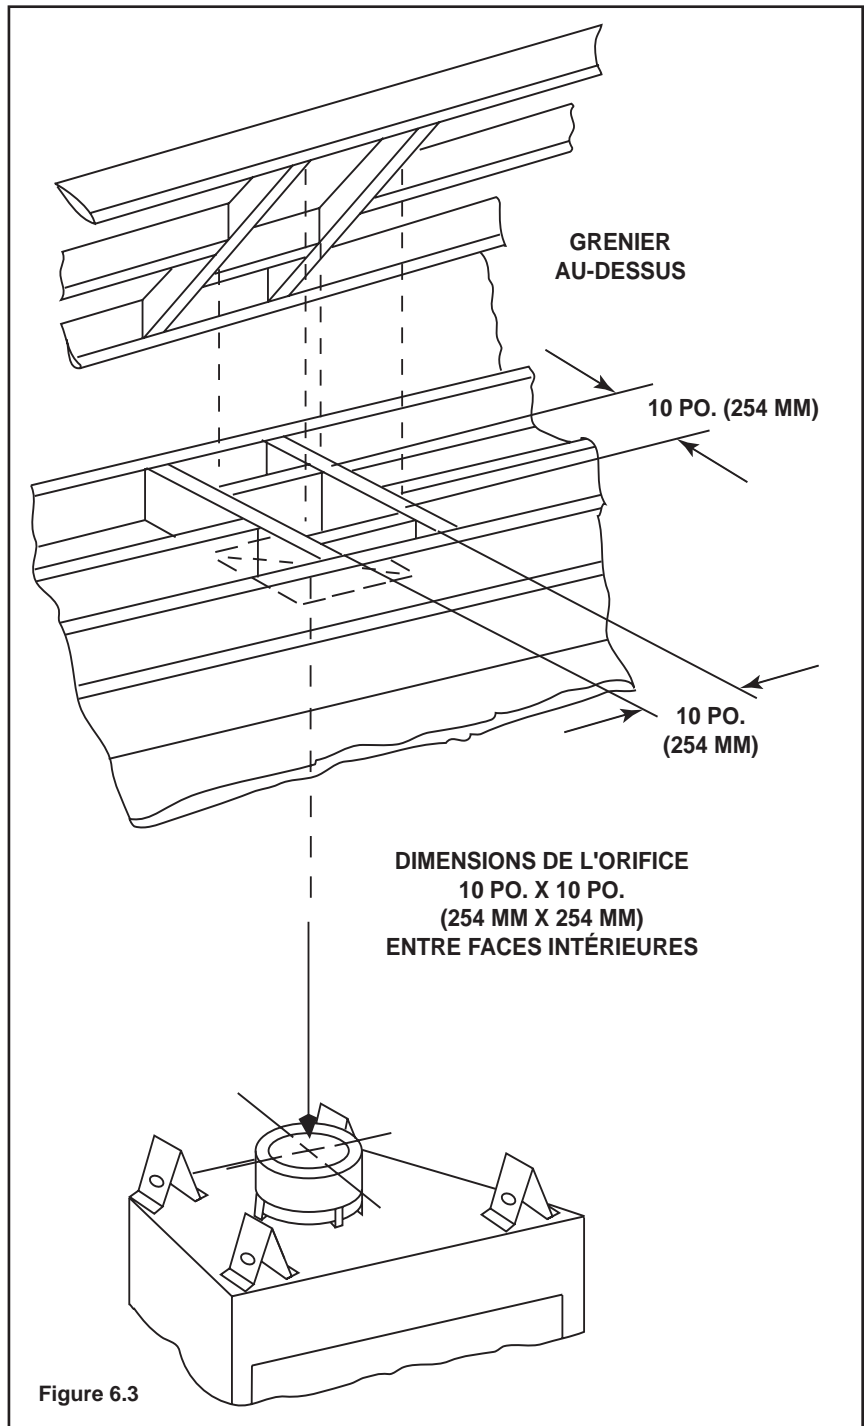

Figure 6.3
- Encadrez une ouverture de 10 pouces par 10 pouces lorsque le système d'évacuation pénètre dans un plafond plancher (voir la figure 6.3).